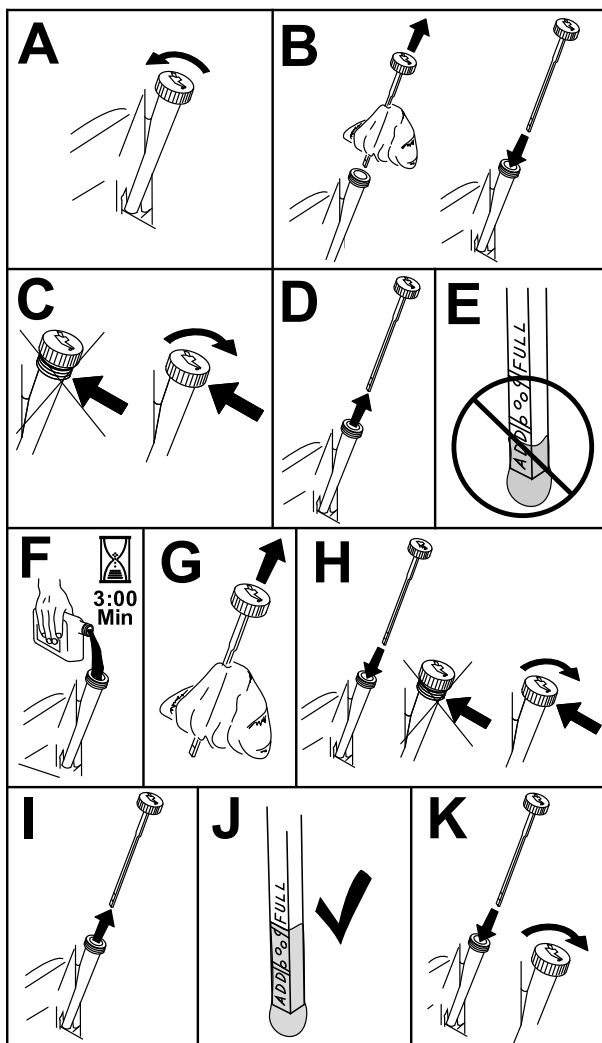

Figura 42
3. Pentru a ine murdăria, iarba tăiată etc. departe de motor, curăai zona din jurul buonul rezervorului de ulei i al jojei înainte de a o scoate (**Figura 42**).